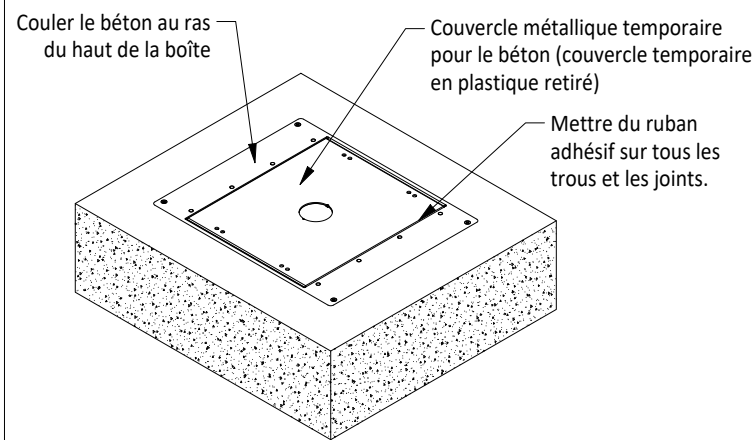

FIGURE 1 - Configuration de pré-coulée sans couvercle de plastique.
AVANT LA COULÉE DU BÉTON, CONSULTER LES FIGURES 1, 2, 3, A, B, C, D, E et F.
Consulter les Figures 1 ou 2 pour la configuration des couvercles pour béton. Pour le montage des rebords de types AFFLEURANT ou À PLAT, consulter les Figures A, B, C, D, E et F.
- Pour l'alimentation de traversée du même côté, retirer les cloisons non-métalliques (7) basse tension au besoin.
- Utiliser du ruban adhésif ou autre pour sceller tous les joints et ouvertures à l'extérieur de la boîte. Consulter les Figures 1 et 2.